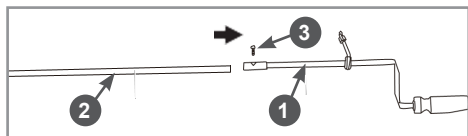

Рис. 4 Сборка рычага поворота желоба
4.1. Соедините верхнюю 1 и нижнюю 2 части рычага с помощью винта 3, входящего в комплект поставки рычага поворота (Рис. 4).